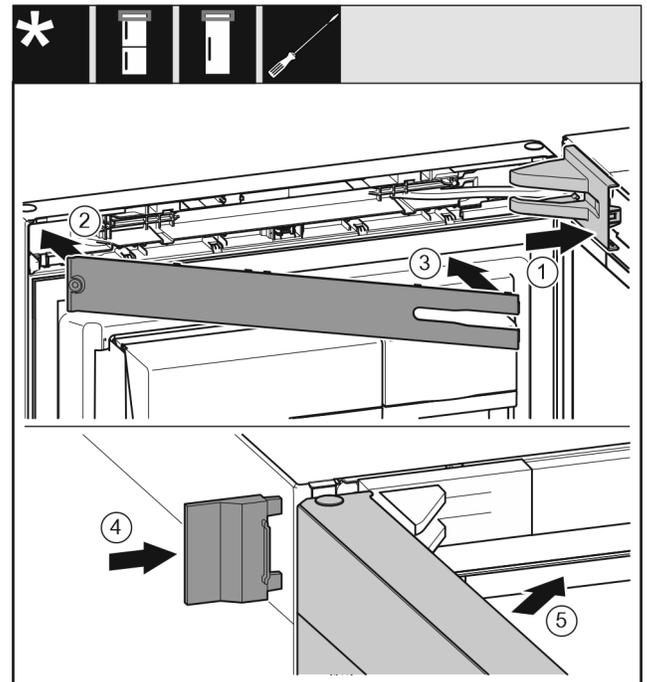

Fig. 24
- Mettre en place le cache du support de palier Fig. 24 (1) et l'enclencher. Au besoin, l'écarter avec précaution.
- Poser le cache Fig. 24 (2).
- Cache Fig. 24 (3)
- Insérer le cache extérieur Fig. 24 (4).
- Fermer la porte supérieure Fig. 24 (5).